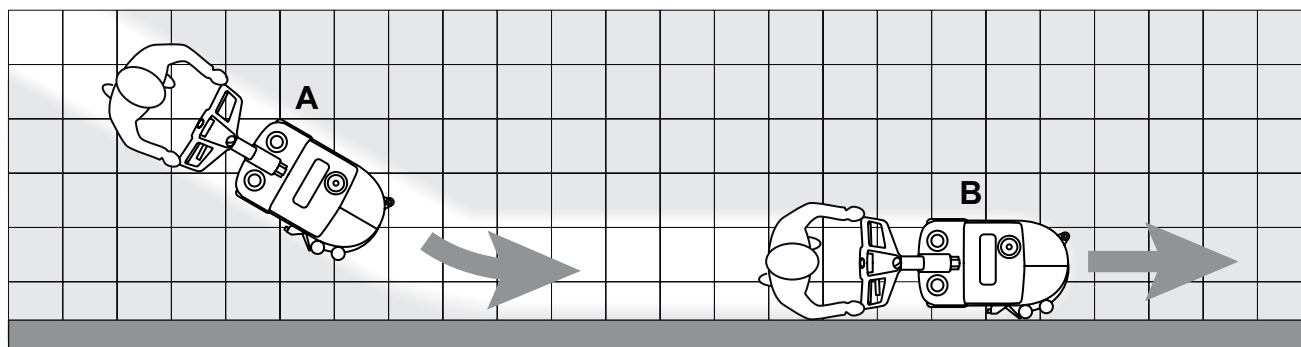

Figura 2
2. Teniendo ambas las manos sobre el manillar (2), maniobrar la máquina y empezar el trabajo de lavado/secamiento del suelo.
3. Si necesario, cambiar la cantidad de la solución detergente mediante el interruptor (36).
4. Cuando necesario, para usar la boquilla en la dirección opuesta, presionar sobre el manillar (2) y levantar ligeramente el cabezal mientras el cepillo gira. Cuando el cabezal se gira de 180° empezar a lavar/secar tirando la máquina. Para volver a la normal dirección, maniobrar la máquina empujándola hacia adelante hasta que el cabezal portacepillos (12) vuelva a la posición original.
*Para evitar que el suelo se dañe, no utilizar el cepillo en seco y cuando la máquina se queda parada en un punto, parar la rotación del cepillo/filtro mediante las palancas (39).*
*Antes de levantar el cepillo/filtro, parar su rotación soltando las palancas (39).*
*Para un correcto lavado/secamiento de los suelos en los bordes de las paredes, Avance sugiere acercarse con el lado derecho de la máquina como indicado en la figura 2.*